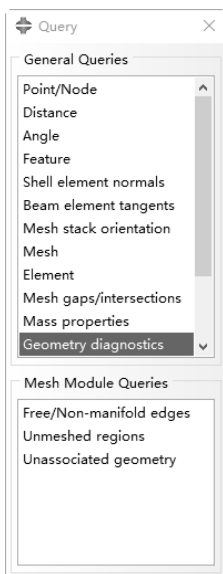

图 2-89 Query 对话框
- ☑ 几何诊断工具。首先需要对模型进行几何诊断。单击工具栏中的 Query Information（询问信息）图标 , 或执行 Tools→Query 命令，在弹出的 Query 对话框中选择 Geometry diagnostics（几何诊断）选项，如图 2-89 所示，弹出 Geometry Diagnostics 对话框，如图 2-90 所示。该对话框可用于诊断模型的无效区域、不精确区域、小尺寸区域等。